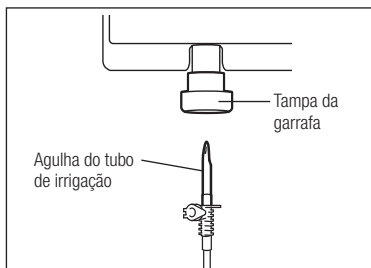

Fig.9
- 2) Introduza a agulha do tubo de irrigação na tampa da garrafa/saco. (Fig. 9)